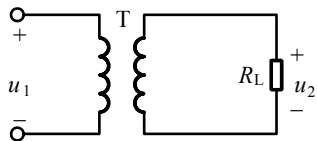

图 3-4
4. 如图 3-4 所示为在 220V 的交流电路中, 接入一理想变压器。一次绕组 $N_1=1000$ 匝, 二次侧电压 $U_2=44V$, 负载电阻 $R_L=11\Omega$, 试求: